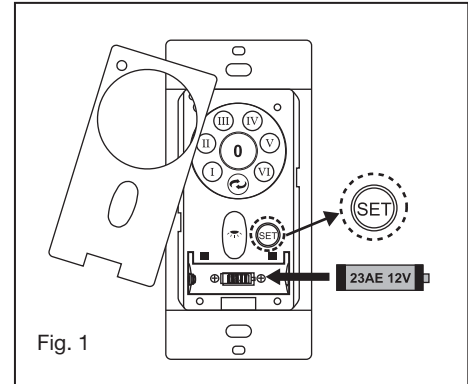

Fig. 1
- 1) Inserte el receptor en la parte superior de la carcasa del ventilador. (Fig. 1) Para un mejor rendimiento, asegúrese de que la Antena Negra, en el extremo del receptor, permanezca extendida y sin enredarse con ninguno de los cables eléctricos.
- 1 Coloque la arandela de fibra sobre el tornillo. Inserte este conjunto a través de la cuchilla y comience a atornillar el brazo de la cuchilla. Repita este procedimiento sin apretar el tornillo hasta que los 3 tornillos hayan comenzado en el brazo de la cuchilla (Fig. 1).